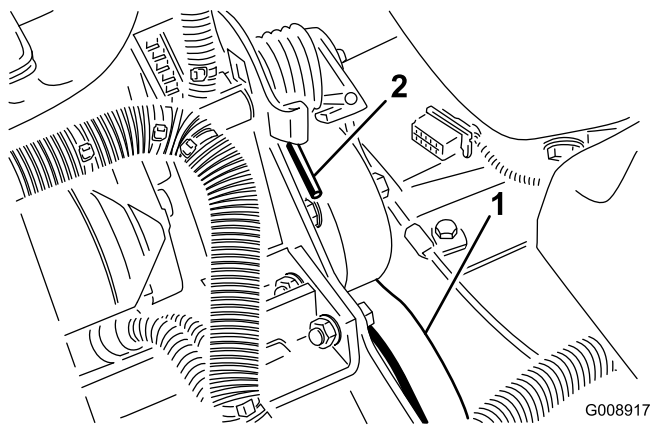

Figura 55
2. Empurre a mola para a frente e para trás (Figura 55) para a desprender do apoio e libertar a tensão da mola.